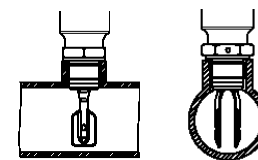

Рисунок 8
2.4.3 При установке СУ в трубопроводах следует ориентировать лопатки вдоль потока (см. рис.8).